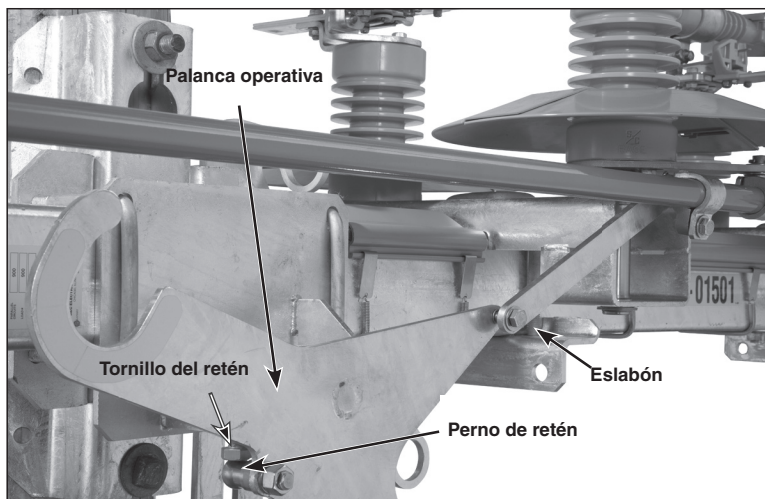

Figura 19. Eslabón en la posición de apalancamiento.
- En la posición de cierre, la palanca operativa y el eslabón deben quedar en posición de apalancamiento como se muestra en la Figura 19. El perno del retén de la palanca debe quedar en contra del tornillo del retén. Se deben requerir de 30 a 45 libras de fuerza para sacar la palanca de la posición de apalancamiento.